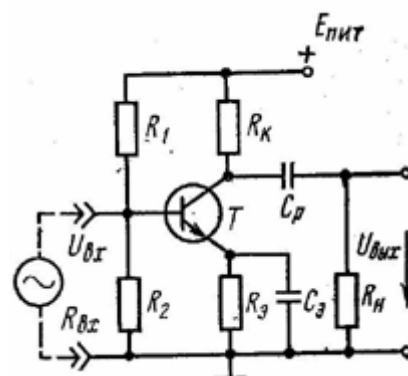

Рис. 3
- 1) с общим эмиттером – ОЭ (рис. 3);
Последовательность расчёта приводится для транзистора, включённого по схеме с ОЭ. На рис. 3 дана схема каскада усилителя.
Задача. Рассчитать каскад транзисторного усилителя напряжения для схемы с общим эмиттером (см. рис. 3):